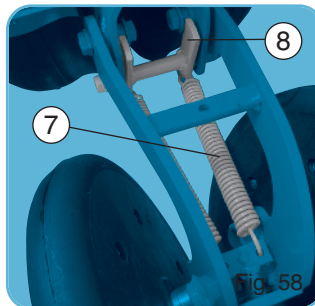

Fig. 58
- Démonter le bloc arrière, désolidariser les ressorts ⑦ et supprimer l'entretoise en H ⑧ (fig. 58).
- Remove the rear unit, separate the springs ⑦ and remove the H spacer ⑧ (fig. 58).